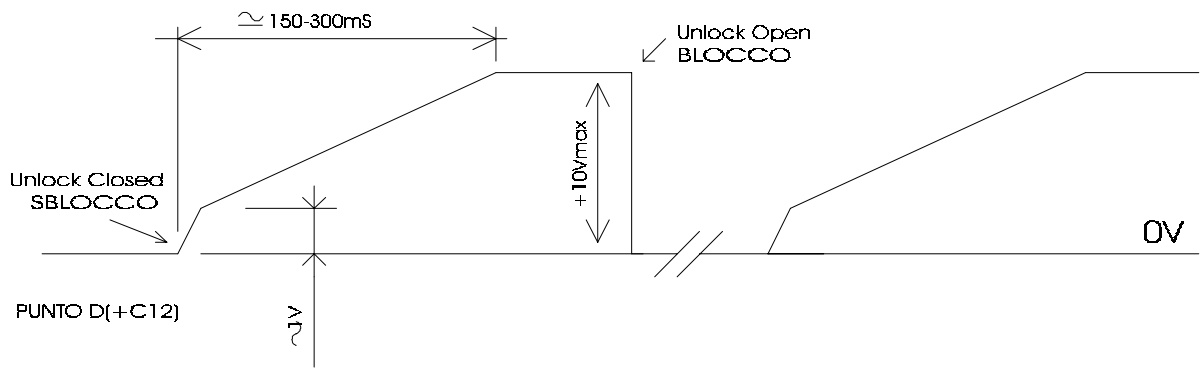

Figura 7.13 - Caratteristica PI dell'amplificatore di corrente
- punto D rispetto a 0V - forma d'onda di figura 7.13 aprendo e chiudendo il contatto di blocco tra i morsetti 19-20